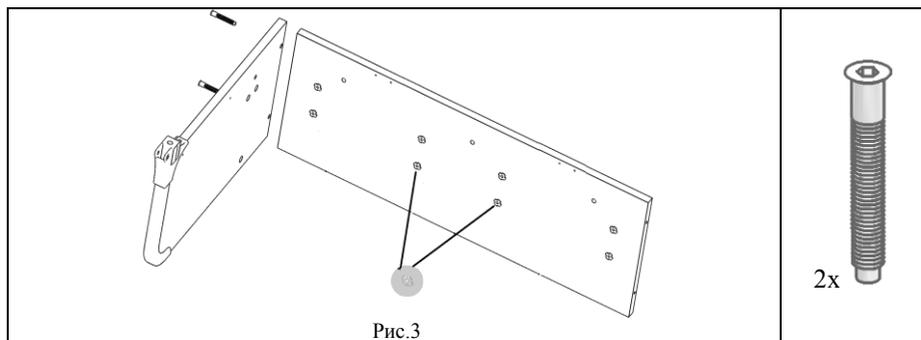

Рис.3
5.1.2. К стенке боковой левой (сборка по 5.1.1.2) прикрутить с помощью винтов конфирмат (поз. 1, пакет № 162) стенку заднюю (поз. 2), см. рис. 3.